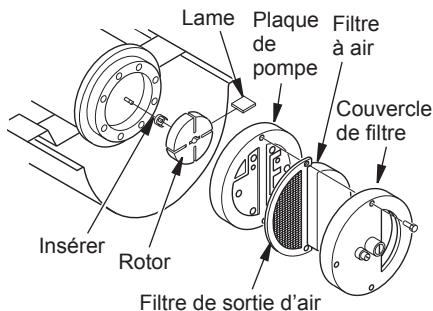

Figure 21 - Localisation du rotor
2. Enlever le filtre vis du couvercle d'extrémité utilisant 5/16" tourne-écrou (voir la figure 21, page 73).